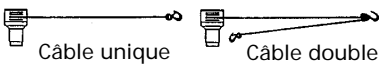

Figure 1
**Toutes les charges sont pour un fonctionnement à câble unique (voir la Figure 1). Le fonctionnement à câble double avec un palan facultatif (No. de pièce 2227) augmente la capacité du treuil approximativement du double (voir la Figure 1).
1. Le treuil X2 a une capacité de valeur nominale de 3 000 livres (1 360 kg) (à câble unique). **NE SURCHARGEZ PAS LE TREUIL. N'ESSAYEZ PAS DES TRACTIONNEMENTS PROLONGÉS AVEC DES CHARGES LOURDES. NE CONTINUEZ PAS D'ALIMENTER LE TREUIL EN COURANT SI LE MOTEUR CALE.** Les surcharges peuvent endommager le treuil et/ou le câble métallique et créer des conditions de fonctionnement dangereuses. **POUR LES CHARGES LOURDES, NOUS VOUS CONSEILLONS D'UTILISER L'ASSEMBLAGE DU CROCHET ET PALAN FACULTATIF (NO. DE PIÈCE 2227) AFIN D'AVOIR UNE LIGNE DE CÂBLE MÉTALLIQUE DOUBLE** (Figure 1). Ceci réduit d'environ 50% la charge sur le treuil et le stress sur le câble métallique.